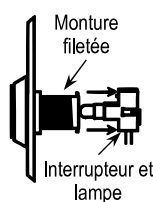

Fig. 3
2. Insérer le bout d'un outil non-pintu (ex., arriere d'un stylo, tournevis, etc., de diamètre approx. ~3/8" (10mm)) dans le tube noir (voir la Fig. 3). Il glissera jusqu'au point où il touché la lentille verte. Pousser avec l'outil, et la lentille se detachera de l'encadrement (voir la Fig. 4). Faire attention de ne pas perdre le ressort.